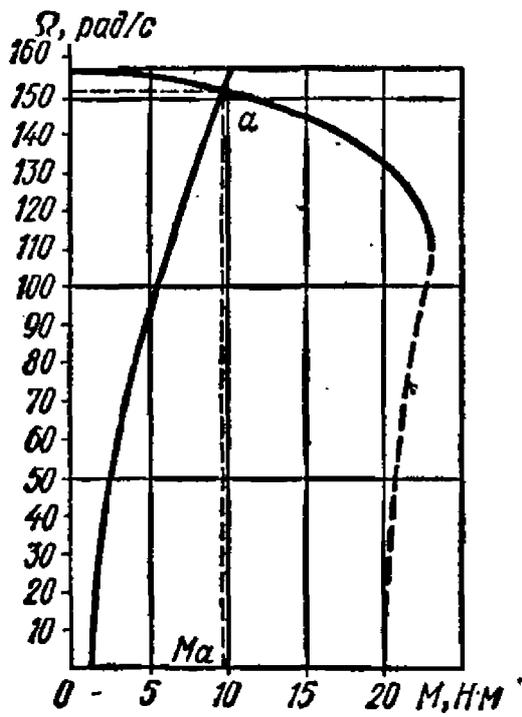

Рис. 17.1
17.1. Для привода вентилятора, работающего в длительном режиме с постоянной нагрузкой, установлен двигатель типа А41-4 ($P_{\text{н}} = 1,7$ кВт, $U_{\text{фн}} = 127$ В). Механическая характеристика двигателя и кривая зависимости момента на валу вентилятора от скорости вращения показаны на рис. 17.1. С какой скоростью двигатель вращает вентилятор и какую мощность он при этом развивает?
Решение. Скорость вращения ротора двигателя определим графически путем нахождения точки пересечения механических характеристик двигателя и вентилятора (точка а на рис. 17.1). По координатам точки находим, что угловая скорость вращения ротора $\Omega = 151$ рад/с, а вращающий момент двигателя $M_a = 9,42$ Н·м. При этом двигатель развивает мощность $P = M\Omega = 9,42 \cdot 151 \cdot 10^{-3} = 1,42$ кВт. Эта мощность несколько меньше номинальной, однако ближайший по мощности двигатель имеет $P_{\text{н}} = 1$ кВт (см. данные каталога).
Решение. Воспользовавшись характеристиками двигателя и вентилятора, приведенными на рис. 17.1, можно найти величину динамического момента $M_{\text{дин}} = M - M_c$, благодаря которому происходит ускорение электропривода. От скорости $\Omega = 0$ до $\Omega = 151 \text{ рад/с}$. Его среднее значение примерно равно $17 \text{ Н}\cdot\text{м}$. Для оценки времени разгона воспользуемся решением уравнения движения электропривода: